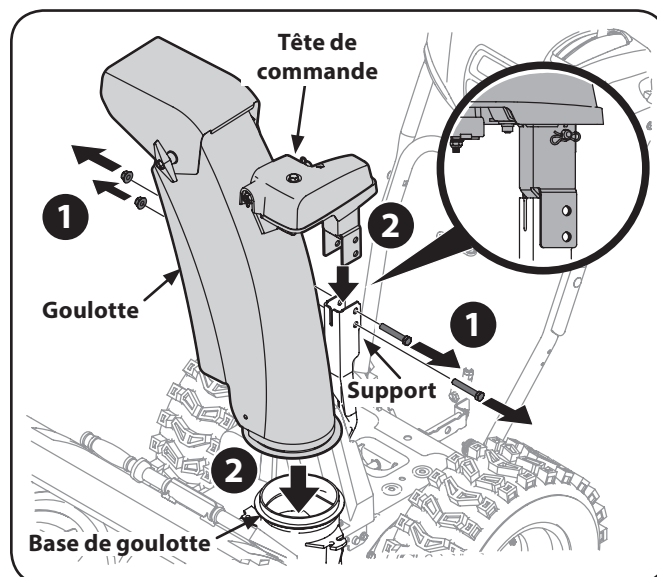

Figure 3-15
1. Retirez les contre-écrous et les boulons du support de la goulotte. Positionnez la goulotte d'éjection sur la base de la goulotte. Voir Figure 3-15.